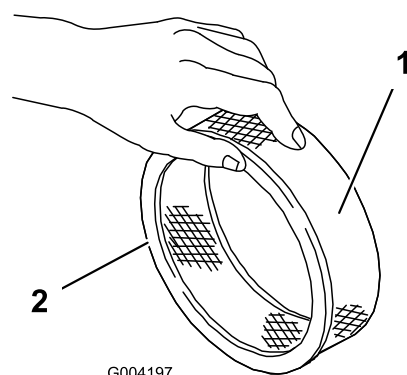

図 46
5. ペーパー・フィルタに汚れや油汚れ、ゴムシールの傷がないか点検する(図 46)。
1. ペーパー・エレメントにスポンジ・エレメントを注意深く取りつける(図 46)。